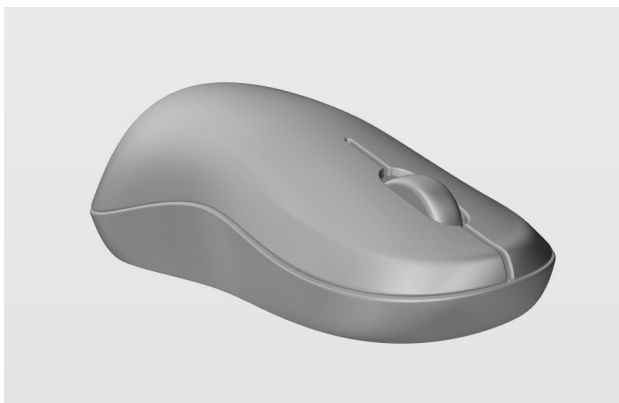

图 5-205 鼠标建模结果
8) 最后绘制一个滚轴, 放置于图 5-205 所示的位置。至此, 鼠标构建完毕, 此时可切换至环境模式模拟环境反射效果。